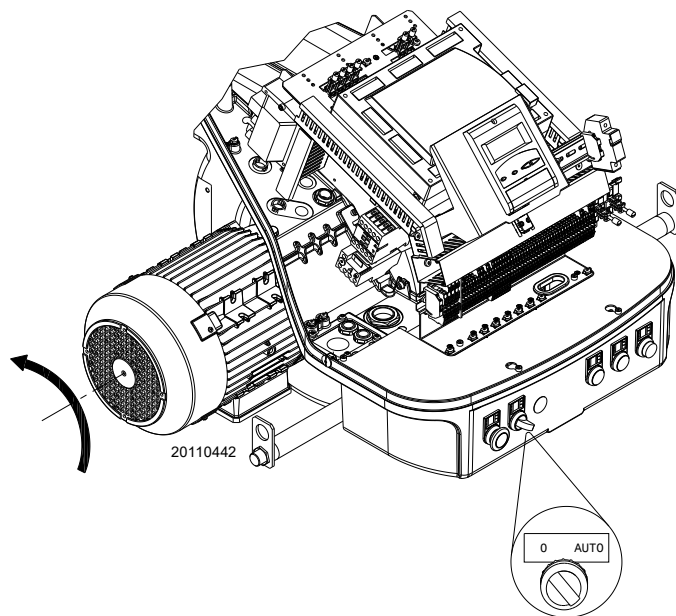

Рис. 28
Замкните термостаты/реле давления и установите выключатель (Рис. 28) в положение «АВТ».
Если они показывают наличие напряжения, остановите **немедленно** горелку и проверьте электрические соединения. Когда горелка запустится, проверьте направление вращения двигателя, как показано на Рис. 28.
- Установите выключатель Рис. 28 в положение «0» и подождите, пока автомат горения не выполнит процедуру отключения.
- переключателем **0-АВТ** Рис. 28 на стр. 31 после снятия кожуха;